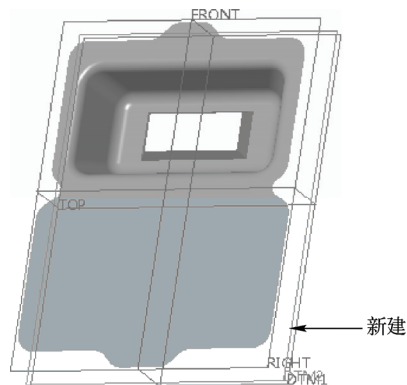

图 16-27 新建 DTM2 平面
STEP 09 使用“平面”命令，选择“DTM1”平面作为放置参考，设置平移值为“-5”，新建一个名为 DTM2 的平面，如图 16-27 所示。